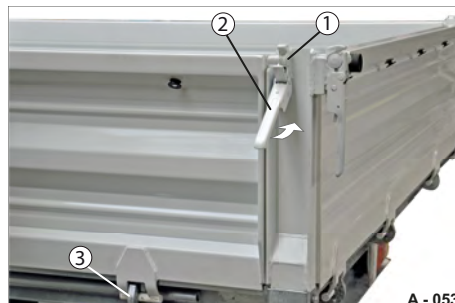

Abb. 34 Bordwand demontieren
- ▶ Setzen Sie die Bordwand in die Lagerstellen der Rungen (Abb. 34/1) ein.
- ▶ Schließen Sie die oberen Verschlüsse (Abb. 34/2).
- ▶ Verriegeln Sie die Bordwand unten mit der Pendel-Zentralverriegelung (Abb. 34/3).